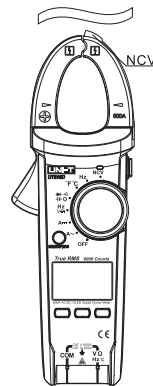

图12
**11. 感应电压测量 (如图12)****(1) 设置电容测量功能档**